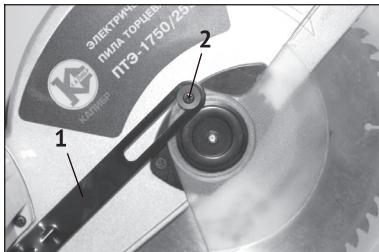

рис.2
- открутите болт кулисы подвижного защитного кожуха (рис.2 поз.2)